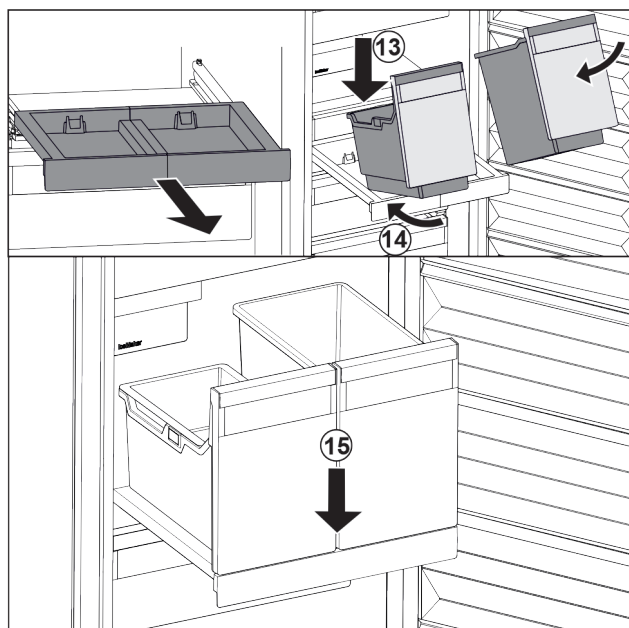

Fig. 95
- ▶ Nasadte nádobu šikmo na vysouvací desku. Fig. 95 (13)
- ▶ Zasuňte nádobu šikmo dozadu. Fig. 95 (14)
- ▶ Usadte vpředu nádobu. Fig. 95 (15)